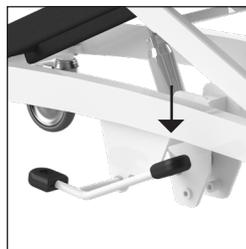

Figura 6 Spostamento verso l'alto.
- Il carrello viene sollevato premendo lentamente e in modo uniforme la parte lunga del pedale (*vedere figura 6*).